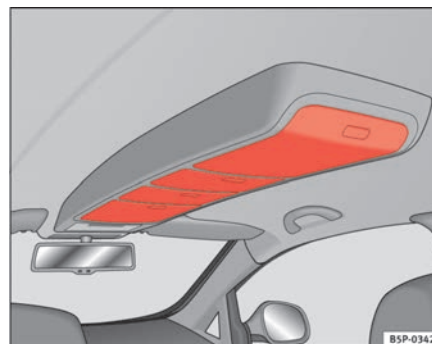

Fig. 104 Porta-objectos no tejadilho
- Premir o botão da tampa, para a abrir, ⇒ fig. 104. A tampa abre-se automaticamente.